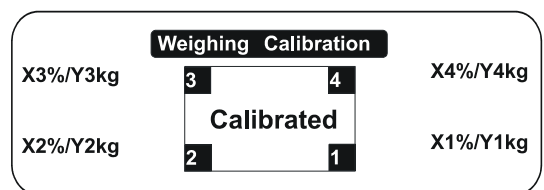

Fig. 8
- Kontrollera och ev. justera höjden på sensorernas fötter för att säkerställa jämn belastning mellan vägningsensorer se fig. 8.